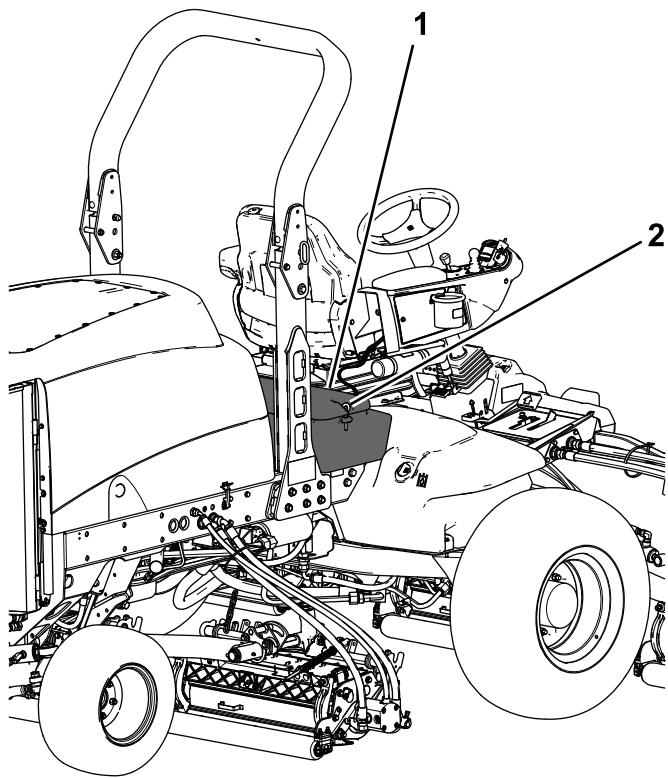

Figure 96
- Déverrouillez et soulevez le panneau de la console (Figure 96).